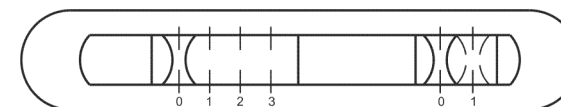

рис. 7
7.2 Управление вытяжкой производится при помощи ползункового переключателя (рис.7) .